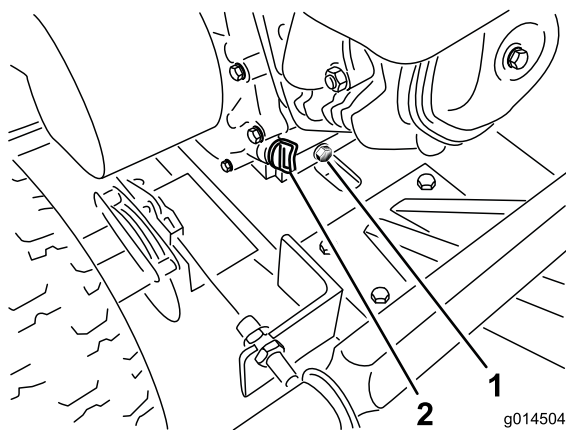

Figure 16
5. Retirez le bouchon de vidange et vidangez l'huile par la fente dans le cadre (Figure 16).
7. Enlevez le bouchon de remplissage et versez lentement environ 80 % de la quantité d'huile spécifiée dans le moteur (Figure 16).